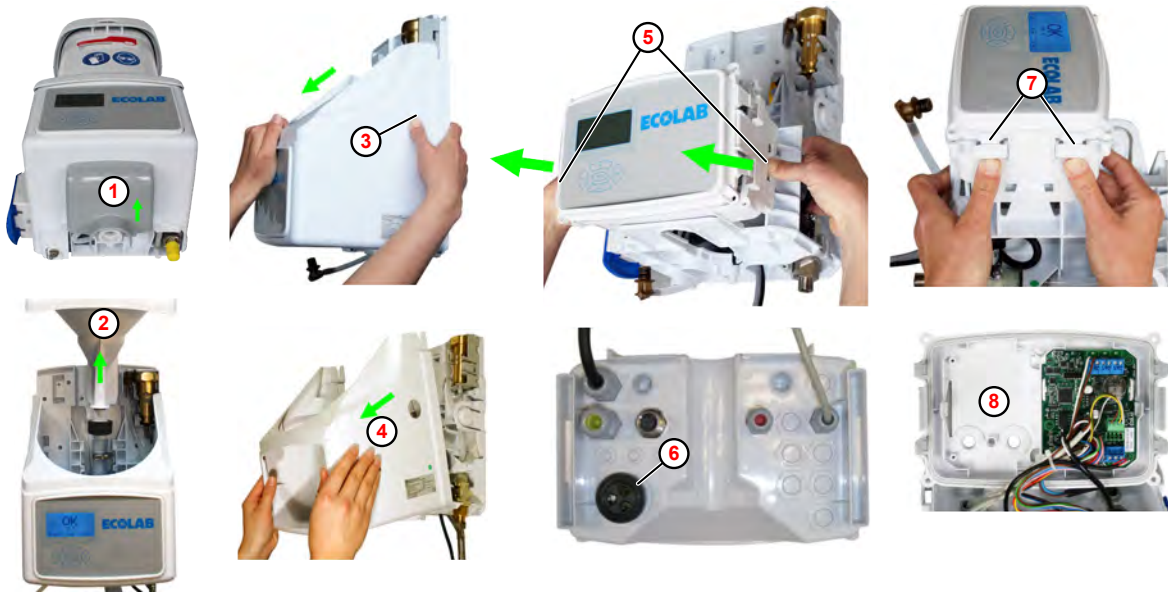

Abb. 6: Demontage der elektronischen Einheit
2. ▶ Trichterverriegelung (Abb. 6 , ①) nach oben schieben und abnehmen.